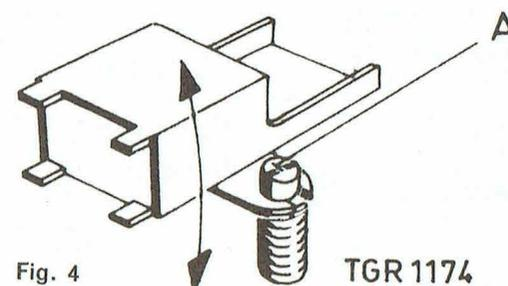

Fig. 4
- 5) Régler à la tension de sortie maximale à l'aide de la vis A (fig. 4).